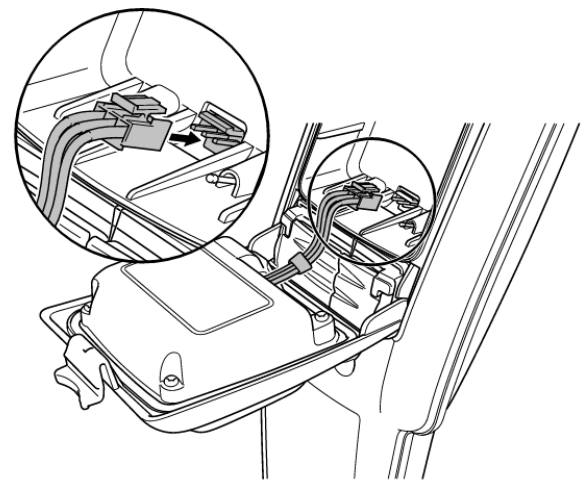

Abbildung 4.7 Anschluss Verbindungskabel des Li-Ionen-Akkusatzes
- 2 Ist ein Li-Ionen-Akkusatz eingesetzt, ziehen Sie den Kabelstecker ab (siehe Abbildung 4.7)
Setzen Sie den Li-Ionen-Akkusatz ein, schließen Sie das Verbindungskabel an (Abb. 4.7).